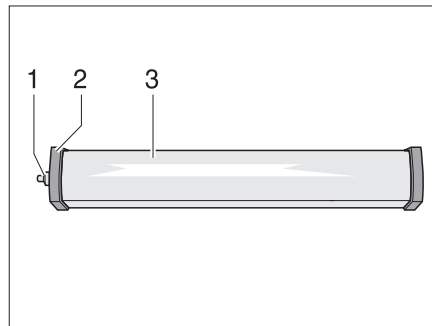

Fig. 277 Lampe de cellule
- Dévisser le cache (Fig. 277,1).
- Retirer le couvercle (Fig. 277,2).
- Enfoncer légèrement le couvercle de la lampe (Fig. 277,3) et le retirer.